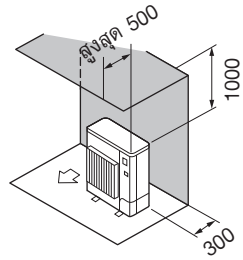

Fig. 2-7
- ② มีลิ่งกีดขวางที่ด้านหลังและด้านบนเท่านั้น (Fig. 2-7)